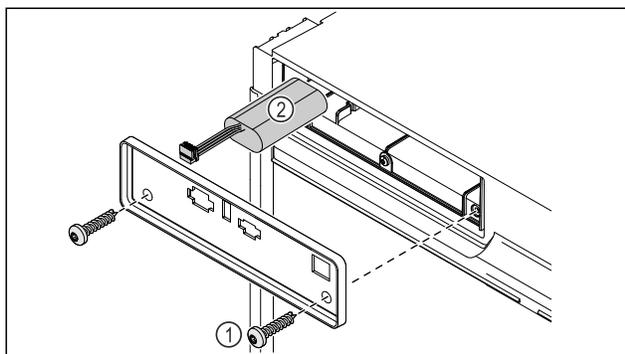

Fig. 184
- ▶ Dévisser les vis et retirer le cache situé à l'arrière de l'appareil Fig. 184 (1).
- ▶ Débrancher et retirer la batterie Fig. 184 (2).